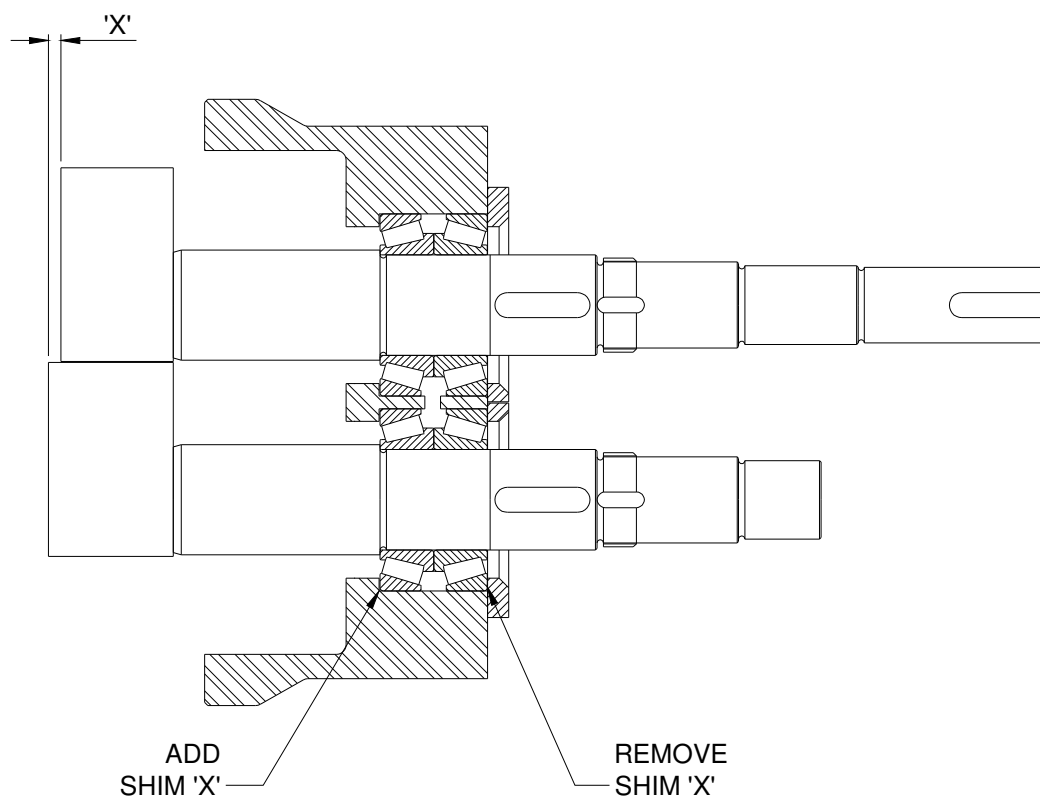

Fig 25 Inställning av rotor/lager.
- Använd en djupmikrometer eller liknande anordning för att mäta ev avvikelser 'X' i rotorernas främre spel. Se fig. 25. Om en avvikelse konstateras flyttas shimsen (5.04) med en tjocklek motsvarande avvikelsen 'X' från platsen under de undre rotorlagerhållarna (5.06) till platsen under den främre lagerbanan (5.05).